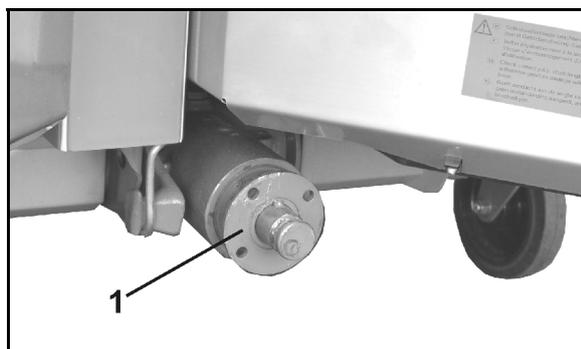

Fig. 36
1. Quitar el casquillo de brida (Fig. 36/1) del árbol de entrada del engranaje con un extractor adecuado.